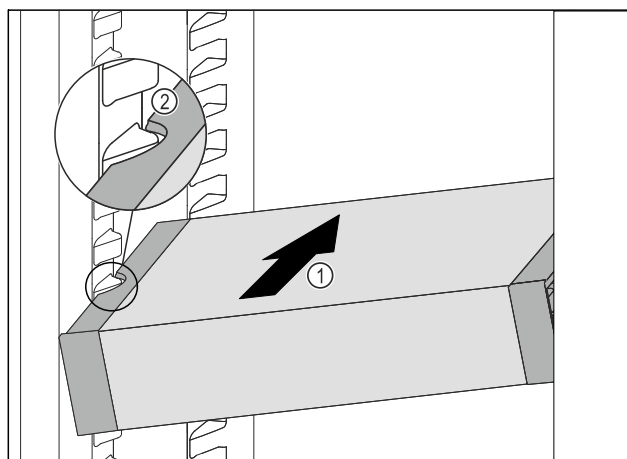

Fig. 82
- ▶ Skyv VarioSafe skrått inn i kjøleskapsdelen Fig. 82 (1), til utsparingene på sidene av Fig. 82 (2) VarioSafeser på nivå med rillene i kjøleskapet.